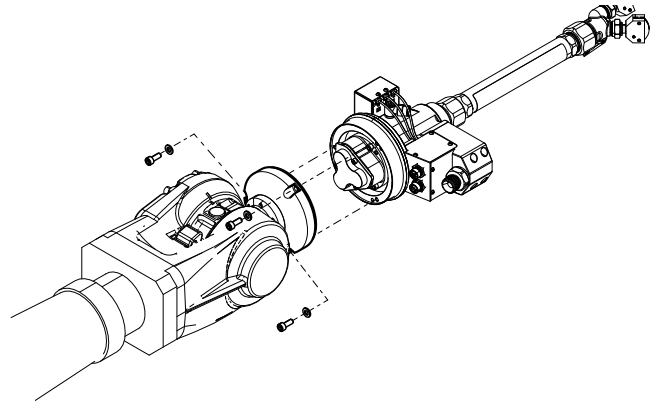

ABB. 11
5. Entfernen Sie die Schrauben, mit denen das Drehgelenkgehäuse (511) am Verdrehsicherungsbügel befestigt ist.
6. Lösen Sie die drei Schrauben, mit denen die Switch 3D Edelstahl-Pistole am Roboter-Montageflansch befestigt ist. Siehe ABB. 11.